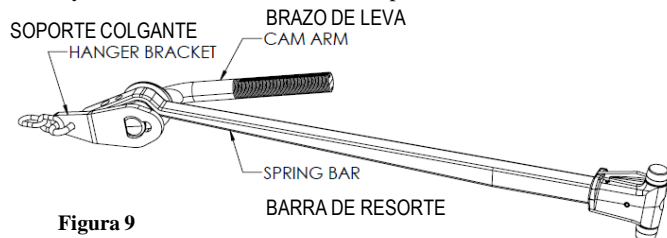
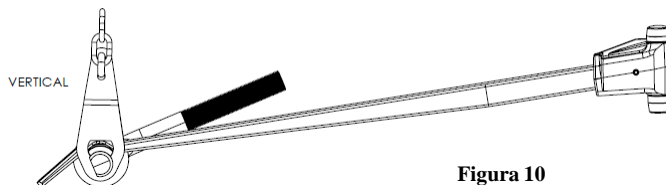

Figura 9
Figura 10
3. Instale el soporte colgante (con los extremos de los pernos en U orientados al interior) y la cadena sobre el sistema de leva deslizando la ranura con chaveta del soporte colgante sobre el extremo inferior del brazo de leva (figura 9). Rote el soporte colgante hacia la posición vertical y hale la cadena vertical hacia el punto de unión de la cadena en el soporte a presión (Figura 10).